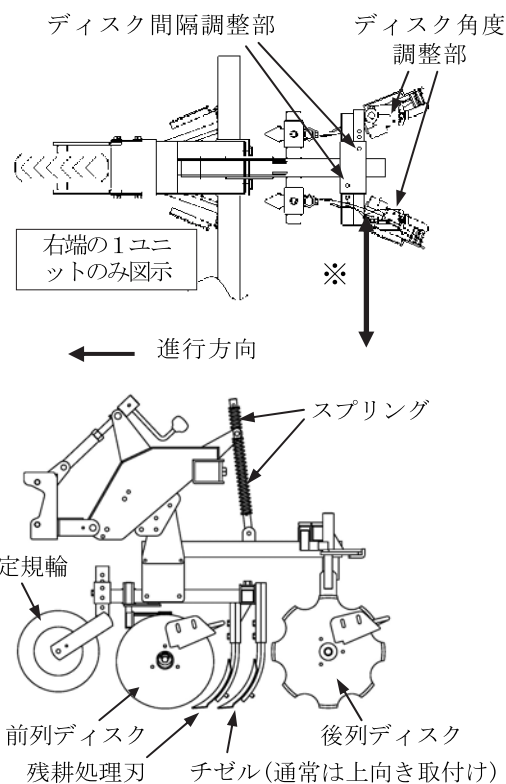

図1 開発機の平面図(上)と側面図(下)
開発機は、前後に設けられた2対のディスクが作物条間を通過する際に土壌の抵抗で回転し、土を横に反転移動させることにより中耕除草及び培土を行う作業機です。前列に切欠きのないディスク（平形ディスク）を、後列に切欠き付きのディスク（花形ディスク）を取付けており、条間、作業速度及び土壌条件に応じ、前・後列ディスクの取付け角度や後列ディスクの横方向取付け位置を変更できます。また、土が硬い時に作用させるチゼルを有しています（図1、表1）。
- ① 中耕ユニットの横方向取付け間隔を作物条間と同じにするとともに、作物を挟んで対向する後列ディスク（花形ディスク）の間隔（図1※）が40~45cmになるように調節します。また、作物条間に合わせ前列ディスク（平形ディスク）の取付け角度を調節します。
- ② 作物が小さく、通常のディスク配列（図1、図2a）で作業すると作物が埋没してしまう場合には、後列ディスクの取付け角度を逆方向に変更（図2b）して使用します。
- ③ 耕うん作業時の耕深が浅く、畑の凹凸が大きいと、開発機による作業時の耕深が安定しない場合があります。耕うん作業時の耕深をやや深くすると安定します。
- ① 4~6km/h程度の速度範囲で作業することができますが、土壌条件や作物条件に応じ、適切な前進速度を選択します。
- ② 耕深は、定規輪（ゲージホイール）の高さを変更して調節します。
- ③ 土が硬いために耕深が浅くなる時は、付属のチゼルを下向きにして作用させます（図1下）。
- ④ 培土量は前進速度が早くなると多く、遅くなると少なくなります。前進速度や土壌条件に応じ、適切な培土量となるように後列ディスク（花形ディスク）の取付け角度を調節します。
- ⑤ ほ場内の土壌条件の違いにより培土状態が変わる時は、作業中に乗用管理機のスロットレバーを調節して前進速度を変更しながら作業します。